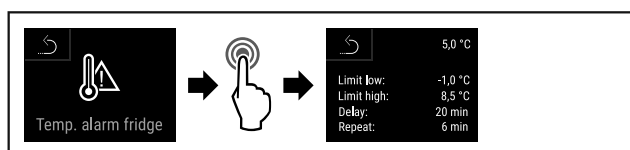

Fig. 145
- Handlungsschritte (siehe Fig. 145) durchführen.